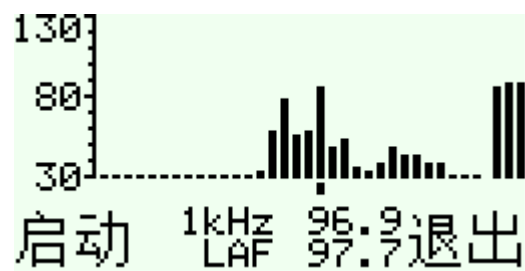

图9 1/3倍频程测量待机界面
- c) 选择测量，进入测量模式，选择 1/3 倍频程，按确定键，进入测量待机界面，见图 9。